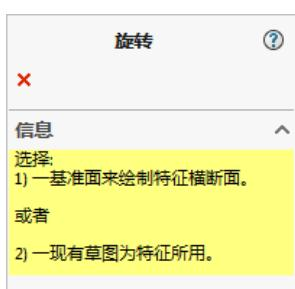

图 6.4.6 “旋转”对话框
Step2. 选择命令。选择下拉菜单 **插入(I)** → **曲面(S)** → **旋转曲面(R)...** 命令，系统弹出图 6.4.6 所示的“旋转”对话框。